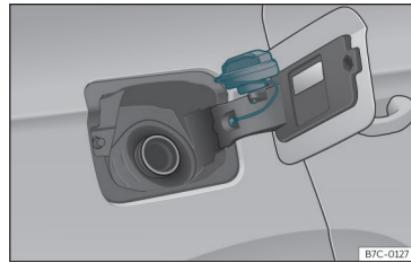

Fig. 210 Tapa del depósito con el tapón encajado.
• Colóquelo en el espacio que hay en la bisagra de la tapa abierta **» fig. 210**.